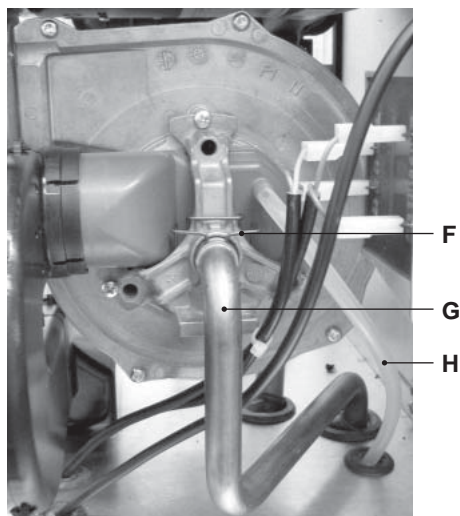

Figura 9.7
- Scollegare il tubo in silicone H (Figura 9.7).
- Togliere la forcina F ed estrarre il tubo del gas G (Figura 9.7).